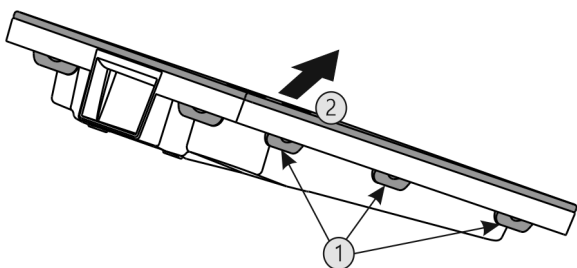

Fig. 31
- ▶ Последовательно нажать на все накладки Fig. 31 (1) и снять крышку Fig. 31 (2).